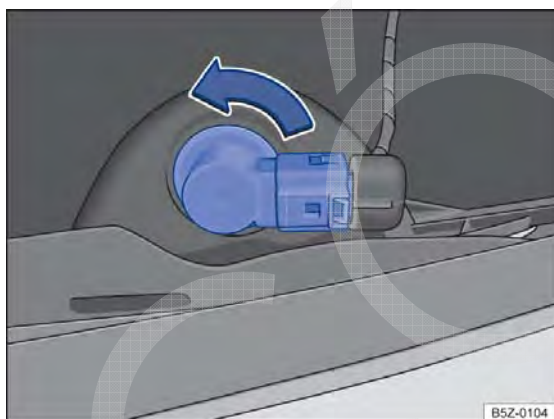

Fig. 182 Atrás do para-choque traseiro: acesso à lâmpada incandescente da lanterna de neblina (somente lado esquerdo).
3. Girar o soquete da lâmpada → Fig. 182, no sentido anti-horário da seta, e desencaixá-lo do alojamento.